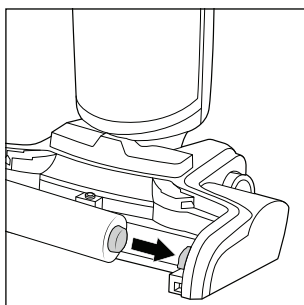

Fig. 39
- ♦ Volte a montar o rolo de escova **6** e a proteção contra salpicos **7** no aparelho, colocando o rolo de escova **6** primeiro na fixação do lado direito do pé **3** (ver fig. 39).